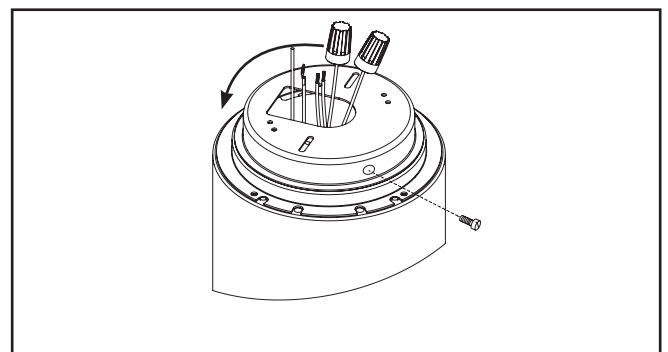

Figura 1.
2. Gire la placa de montaje en sentido antihorario, para separarla de la unidad y extraerla del cilindro (Figura 1.).